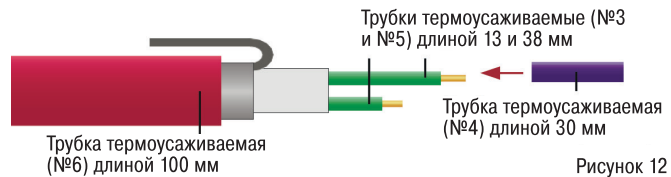

Рисунок 12
- На изолированную термоусаживаемой трубкой жилу нагревательного кабеля и жилу установочного провода длиной 45 мм надеть термоусаживаемые трубки №4 (рис. 12, 12а).
Рисунок 12а